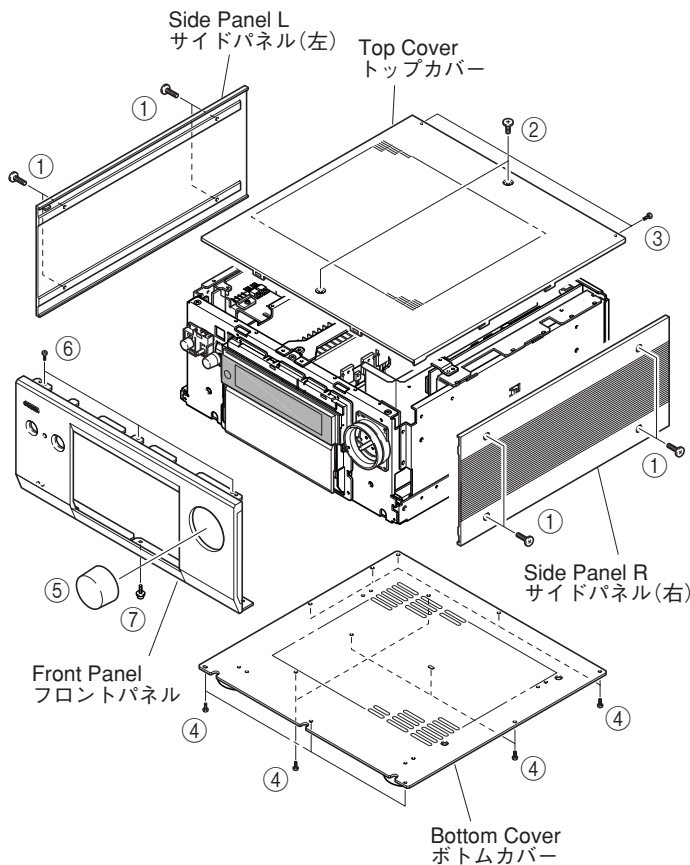

Fig. 1
- Remove 8 screws (①) and then remove the Side Panel. (Fig. 1)
- Remove 2 screws (②) and 2 screw (③), and then remove the Top Cover. (Fig. 1)
- ①のネジ8本を外し、サイドパネルを取り外します。(Fig. 1)
- ②のネジ2本、③のネジ2本を外し、トップカバーを取り外します。(Fig. 1)
Remove 12 screws (④) and then remove the Bottom Cover. (Fig. 1)
- ④のネジ12本を外し、ボトムカバーを取り外します。(Fig. 1)
- Remove the VOLUME control knob (⑤). (Fig. 1)
- Remove 3 screws (⑥) and 1 screw (⑦), and then remove the Front Panel. (Fig. 1)
- ⑤のVOLUMEツマミを外します。(Fig. 1)
- ⑥のネジ3本、⑦のネジ1本を外し、フロントパネルを取り外します。(Fig. 1)